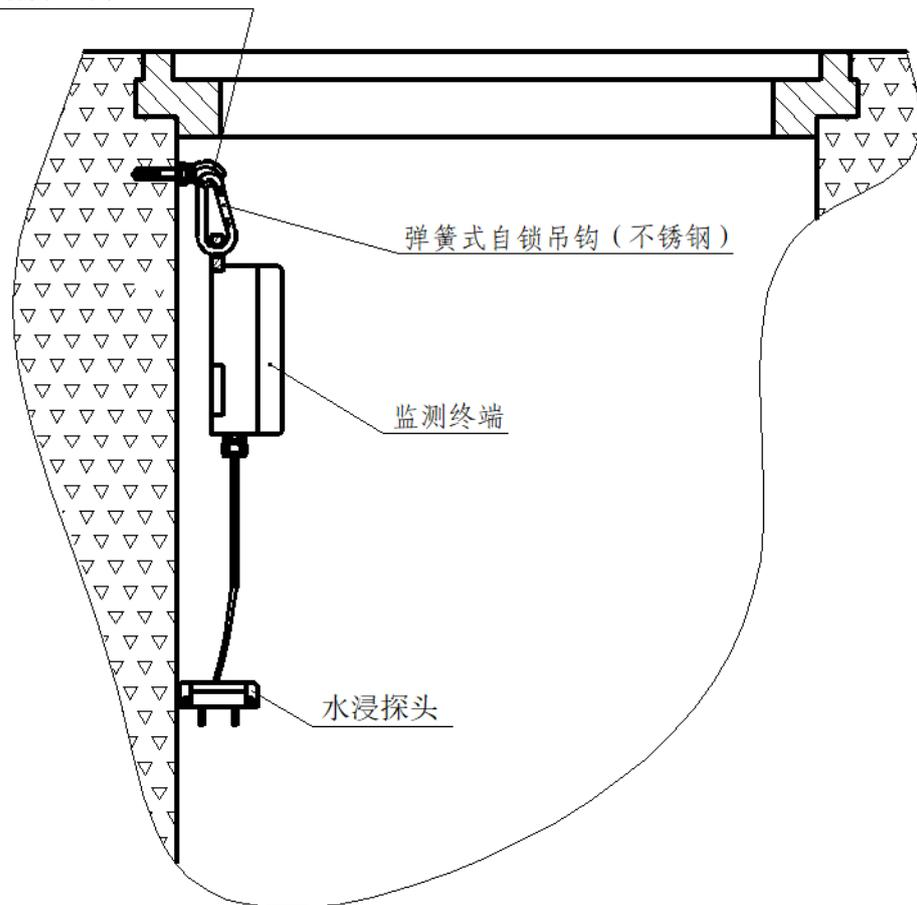

图4 无线水浸智能监测终端安装示意图
- 3) 将装好吊环螺母的 M6\*80 膨胀螺栓安装敲入孔内，使用扳手拧紧膨胀螺栓，锁紧吊环螺母，使吊环螺母头部吊环分别大约平行及垂直于水平方向（如图 4 所示），再在两只吊环螺母上分别穿上弹簧式自锁吊钩，自锁吊钩大头向下，且弹簧锁紧部分向外，以便后续安装方便；